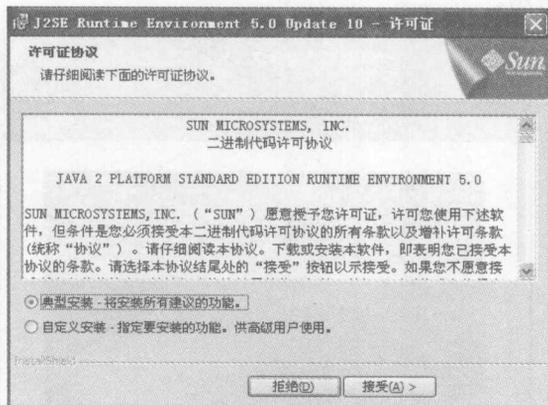

图 1-17 【J2SE Runtime 许可证】界面
**STEP 15** 进入【J2SE Runtime 许可证】界面，如图 1-17 所示。